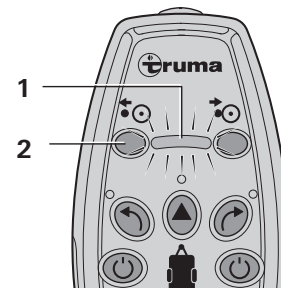

Bild 7
- Håll knappen (bild 7 - 2) på fjärrkontrollen intryckt i ca fem sekunder och släpp sedan upp den. Drivhjulet svängs bort. Efter att drivhjulet är helt bortsvängt går detta tillbaka några millimeter för att avlasta mekaniken. Detta förfarande måste inväntas. Indikatorn (bild 7 - 1) blinkar under processen.